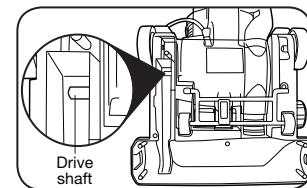

Fig. 3
3. Coloque una nueva cinta alrededor del eje de transmisión (Fig. 3) y la junta elevada entre las cerdas en el rodillo (Fig. 4).